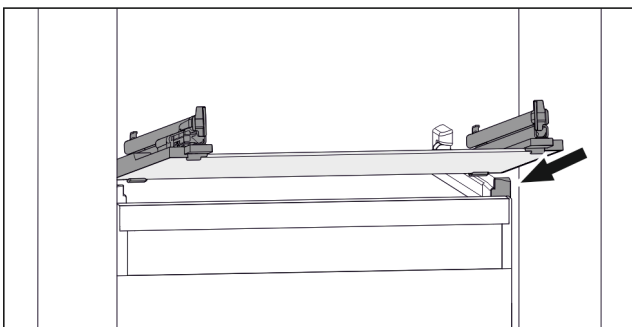

Fig. 134 Примерное отображение стеклянной пластины
- ▶ Наклоняя вниз, установите стеклянную пластину за стопоры. (см. Fig. 134)